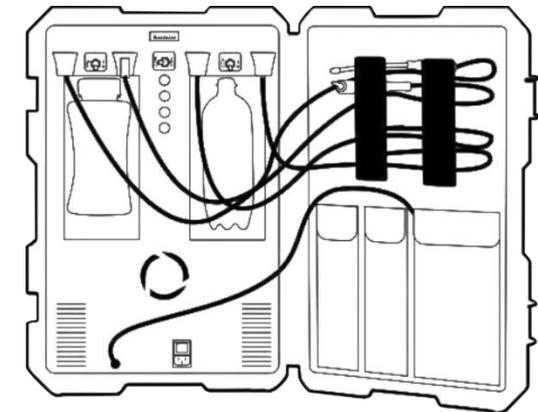

Figura 11
- Organize os acessórios e mangueiras para realizar o fechamento correto da porta da unidade (Figura 11).